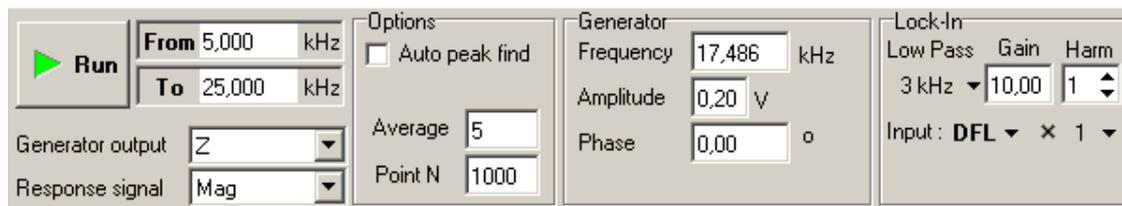

Рис. 6-42. Панель управления вкладки **Resonance**
1. Перейдите на вкладку **Resonance** (кнопка **Resonance** на панели основных операций) (Рис. 6-42).
2. Снимите флажок **Auto peak find** (Рис. 6-42).
6. Добейтесь, чтобы высота выбранного пика была в пределах 2÷5 нА. Для этого вы можете изменить напряжение генератора (параметр **Amplitude**) (см. Рис. 6-42), или коэффициент усиления в синхронном детекторе (параметр **Gain**) и предусилителе (параметр **Preamplifier**) (см. Рис. 6-42).
- изменить напряжение генератора (параметр **Amplitude**) (см. Рис. 6-42), и коэффициент усиления синхронного детектора (параметр **Gain**) и предусилителя (параметр **Preamplifier**) (см. Рис. 6-42);